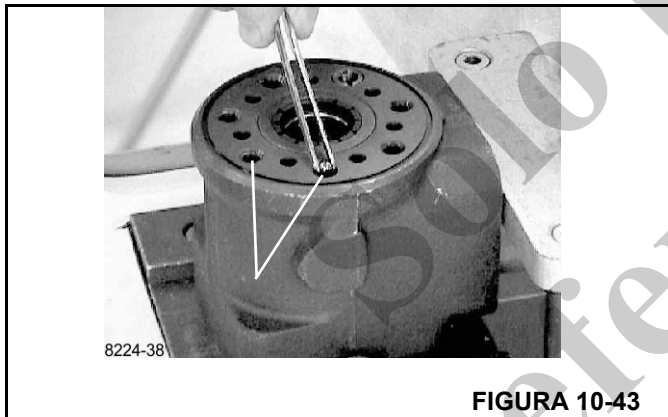

FIGURA 10-43
- 18. Coloque una bola en los dos agujeros indicados (Figura 10-43).